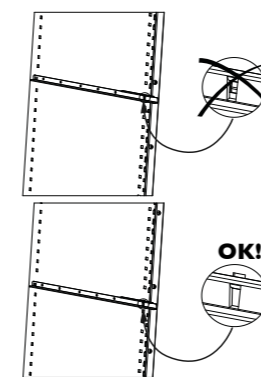

Afbeelding 1
1. Plaats 2 geleiders in de hiervoor bestemde bevestigingsstangen. Plaats voor elk plateau een geleider rechts en een geleider links (zie afbeelding 1). Klip de geleiders goed vast op hun plaats (zie afbeelding 2).